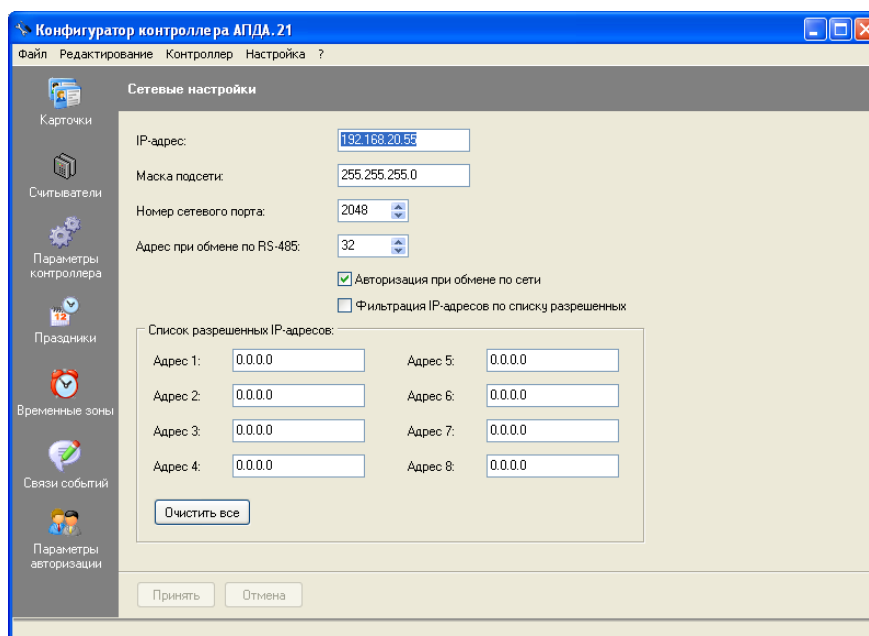

Рисунок 26
- 10) Выберите пункт меню "Редактирование/Сетевые настройки". В рабочем окне программы отобразится окно "Сетевые настройки" (см. Рисунок 26).